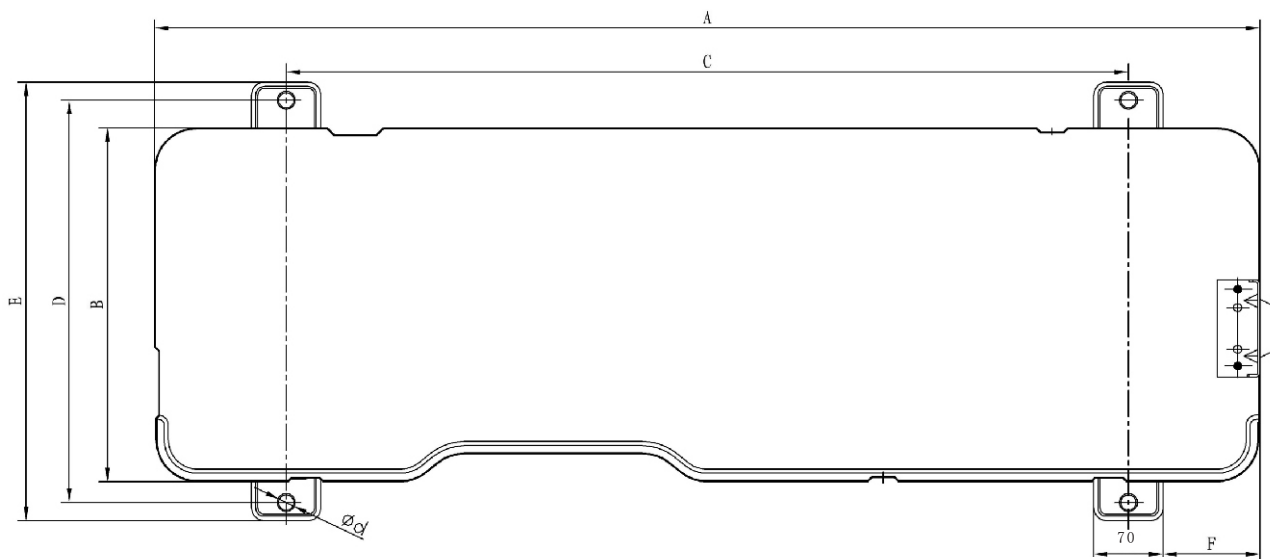

图7.1 地脚螺栓的位置
- （2）当使用地脚螺栓紧固室外机时，紧固孔的位置如图7.1所示。